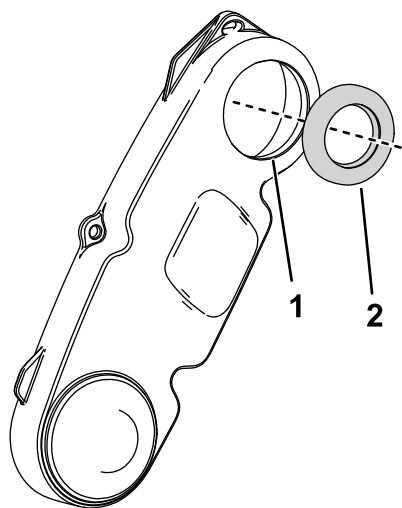

Рисунок 3
6. Запрессуйте уплотнение в переднюю крышку привода барабана так, чтобы оно было расположено заподлицо с поверхностью крышки (Рисунок 3).